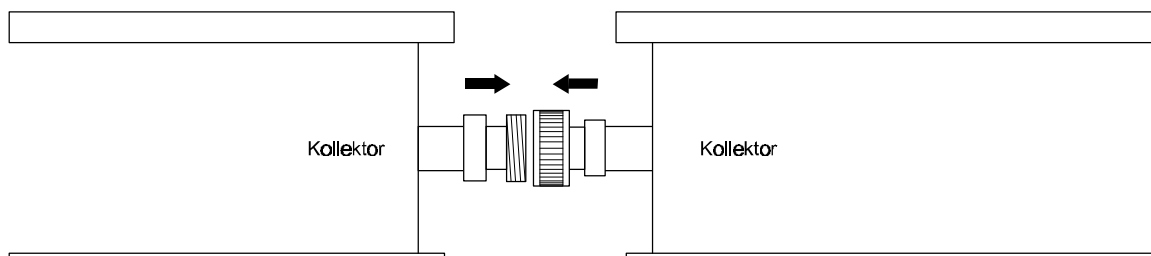

Bild 11
- Die Rohrenden müssen sich exakt plan gegenüberliegen, siehe Bild 11.
- Schieben Sie nun die Rohrenden bündig zusammen, siehe Bild 11.